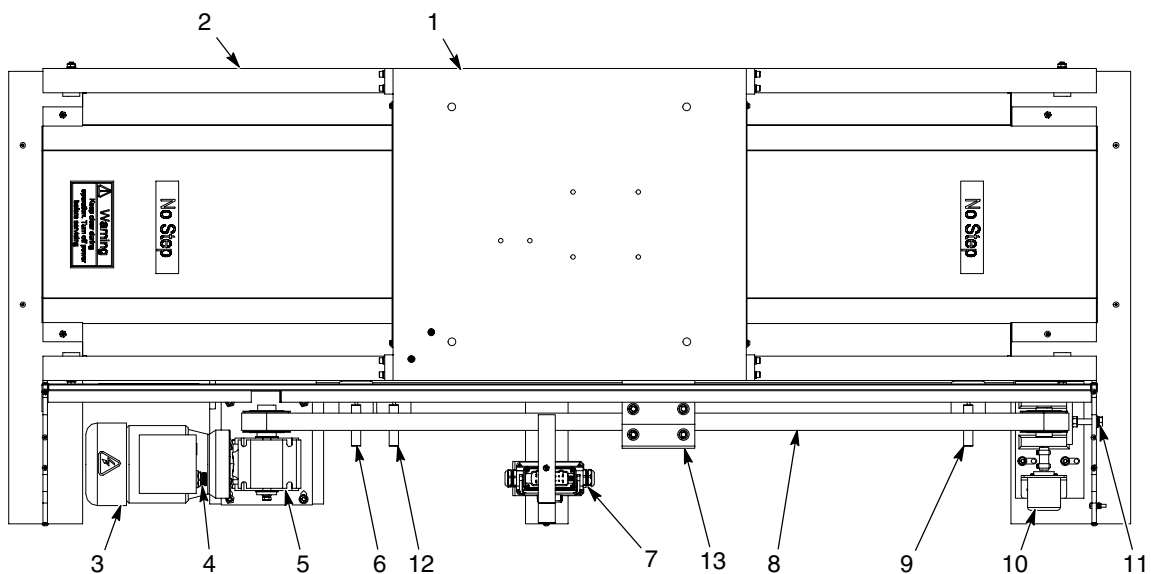

Fig. 2 Composants du positionneur
Voir la figure 2. Un oscillateur vertical, un mécanisme de va-et-vient ou un support de pistolet fixe est fixé directement au chariot (1) avec des boulons. Le chariot est fixé à la courroie (8). Le moteur (3) et l'engrenage réducteur (5) entraînent la courroie qui, à son tour, amènent les pistolets à l'intérieur de la cabine ou les en fait sortir. La courroie est roulée autour des poulies à chaque extrémité du positionneur.
Monter le chariot à droite du détecteur de marche arrière (Fig. 2, élément 12) et faire cheminer le câble à travers le canal de montage du détecteur jusqu'au connecteur du détecteur/codeur (Fig. 2, élément 7). Il convient que l'espace entre le détecteur et sa cible (Fig. 2, élément 13) soit d'environ 3 mm.